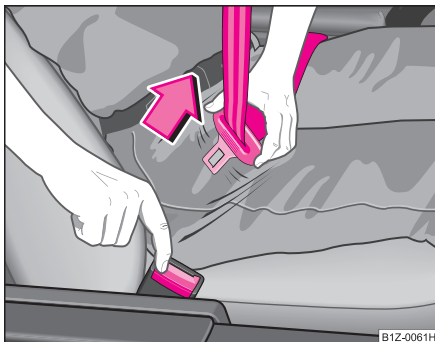

Abb. 106 Lösen der Schloßzunge vom Gurtschloß
- Drücken Sie die rote Taste im Gurtschloß ⇒ Abb. 106. Die Schloßzunge springt durch Federdruck heraus.